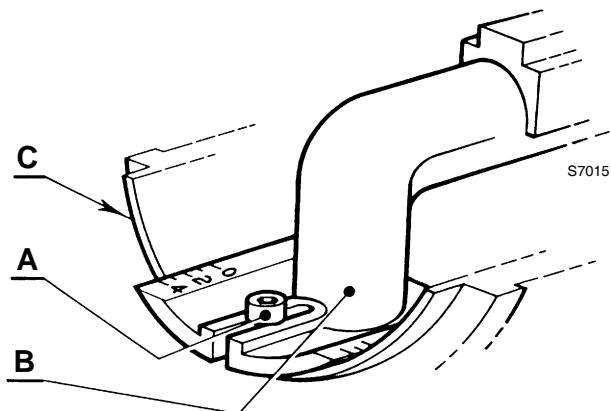

图 12
- 拧松螺丝 A) (图 12)，移动弯头 B) 使之与连接器 (C) 的端面对齐到设定的刻度。